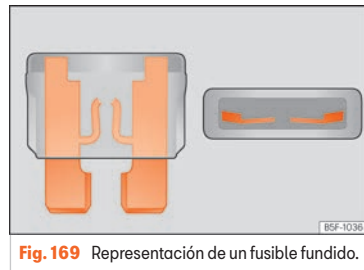

Fig. 169 Representación de un fusible fundido.
- Reconocerá un fusible fundido si la tira de metal está fundida >>> fig. 169.